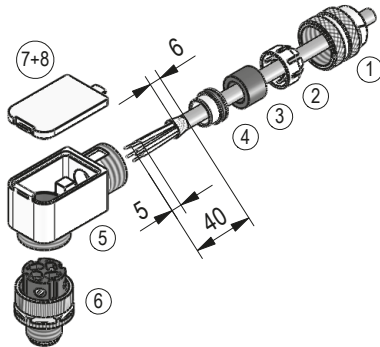
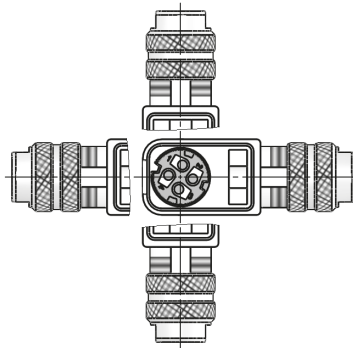

Abb. 14: Gegenstecker M12 D-kodiert gewinkelt
Abb. 15: Winkelstellungen
- ▶ Litzenquerschnitt Leitungen  $\leq 0.75 \text{ mm}^2$  / Kabeldurchlass:  $\varnothing 6 \dots \varnothing 8 \text{ mm}$  (Ethernet Port 1 (IN) + Port 2 (OUT)).
- Zubehör SIKO Art.Nr. "87600" M12 D-kodiert (Stift 4 pol. Ethernet Port 1 (IN) + Port 2 (OUT)) (Abb. 14 + Abb. 15).
#### Montage (Abb. 14)
### Ändern der Winkelstellung (Abb. 15)